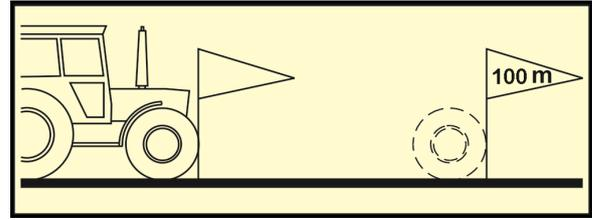

Figura 13
- Misurare sul campo un tragitto di misurazione pari a 100 m esatti. Contrassegnare il punto iniziale e quello finale del tragitto di misurazione (Figura 13).